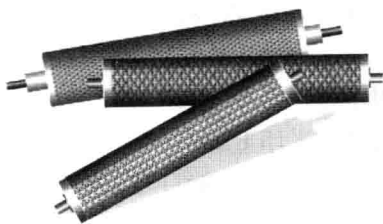

图 1-8 柔印机用网纹辊
⑫柔性版用水基性油墨成本低、无污染、干燥快，是环保印刷的最佳选择。
⑬柔性版印刷机的短墨路输墨系统的陶瓷网纹辊（见图 1-8），可根据承印材料的表面光洁程度，图文内容网点与实地的结构，印版网线数量的高低，进行合理匹配，实现高品质网线版印刷。